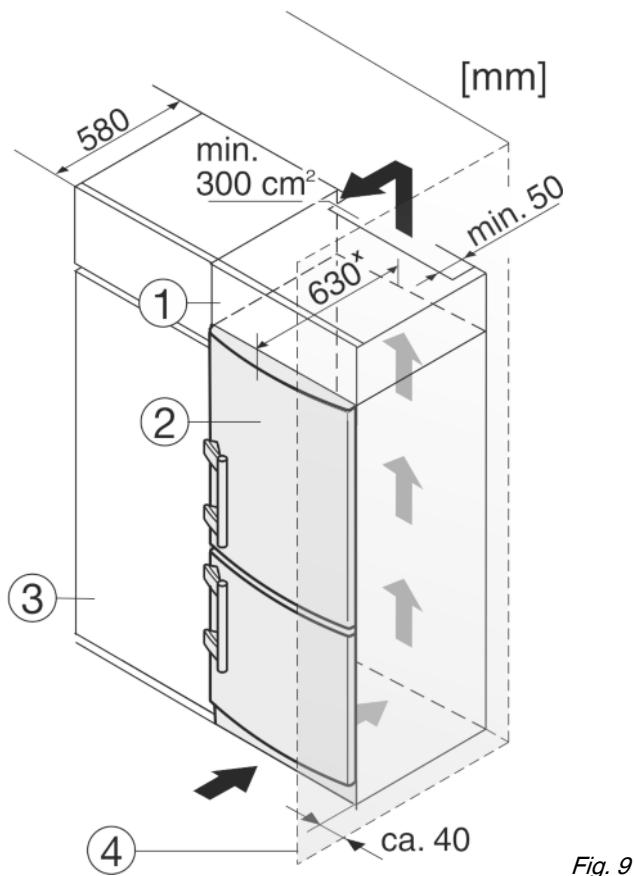

Fig. 9
(1) Дополнительный шкафчик
(2) Устройство
Устройство может быть окружено предметами кухонной обстановки. Чтобы уравнять устройство Fig. 9 (2) по высоте с кухонной стенкой, можно установить над устройством соответствующий дополнительный шкафчик Fig. 9 (1).
При комбинировании с кухонными шкафами (глубина макс. 580 мм) устройство можно установить непосредственно рядом с кухонным шкафом Fig. 9 (3). Устройство выступает сбоку на 34 мм^x и по центру на 50 мм^x относительно передней стенки кухонного шкафа.
Если устройство установлено на шарнирах у стены Fig. 9 (4), то расстояние между устройством и стеной должно быть не менее 40 мм. Настолько выступает ручка при открытой дверце.